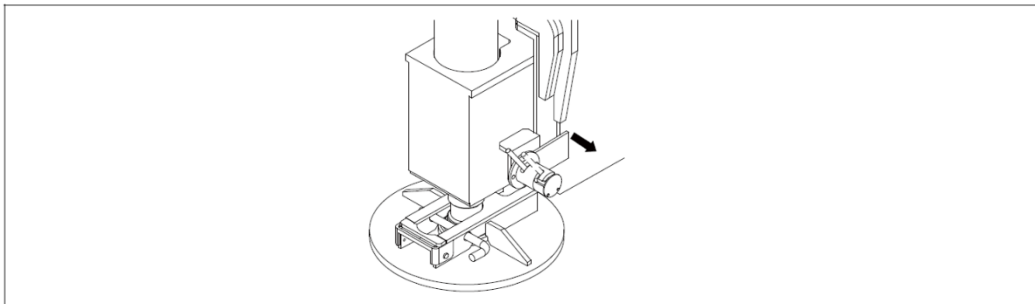

Figura 4-56 Remoção de viga deslizante
- a) Remova o pino da viga deslizante. Consulte a figura 4-56.